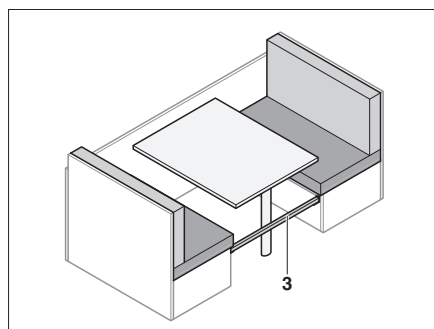

Fig. 69 Inserire il pannello di rinforzo
- Inserire il listello supplementare (Fig. 69,3) tra le dinette.